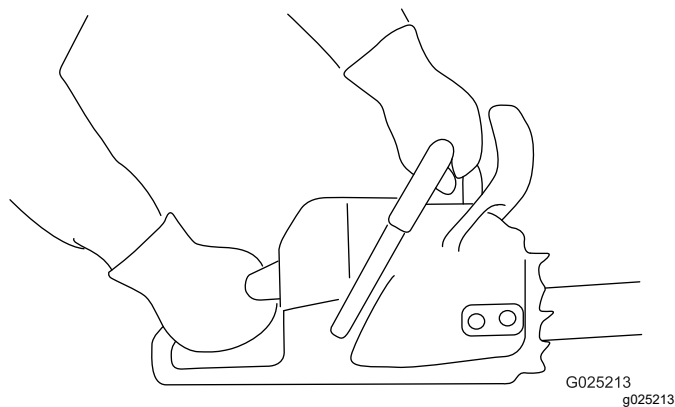

Figure 12
1. Tenez fermement la tronçonneuse à deux mains, la main gauche sur la poignée avant et la main droite sur la poignée arrière, comme montré à la Figure 12.
1. Tenez fermement la tronçonneuse comme montré à la Figure 12.
- Tenez fermement la tronçonneuse comme montré (Figure 12).